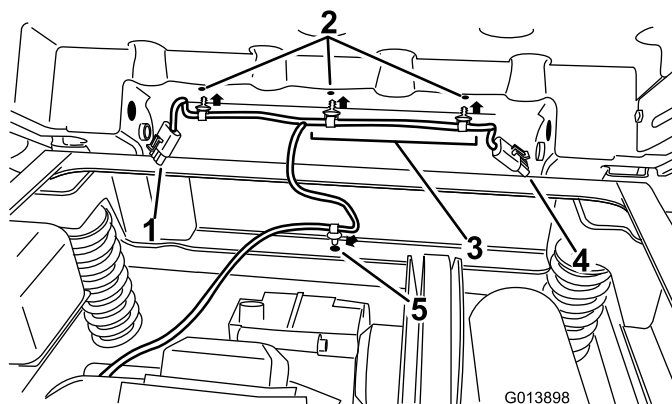

Figure 24
1. Trouvez les trous d'ancrage existants sur la surface inférieure du plateau (Figure 24).
2. Disposez le faisceau de câblage arrière comme montré à la Figure 24. Notez que le côté le plus long du faisceau de câblage terminé par un connecteur plat à quatre broches doit être acheminé vers le feu arrière gauche.